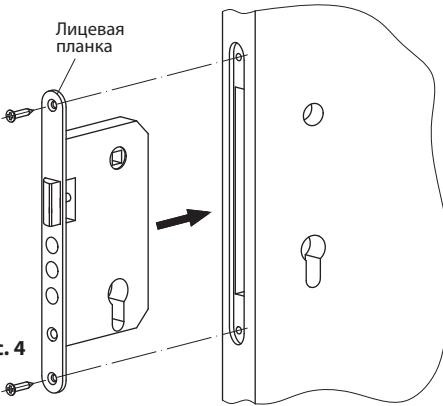

Рис. 4
3. В двери выберите паз под корпус замка и лицевую планку, затем отверстия под цилиндровый механизм и квадрат под ручки. Установите корпус замка в дверь и закрепите его саморезами (Рис. 4).